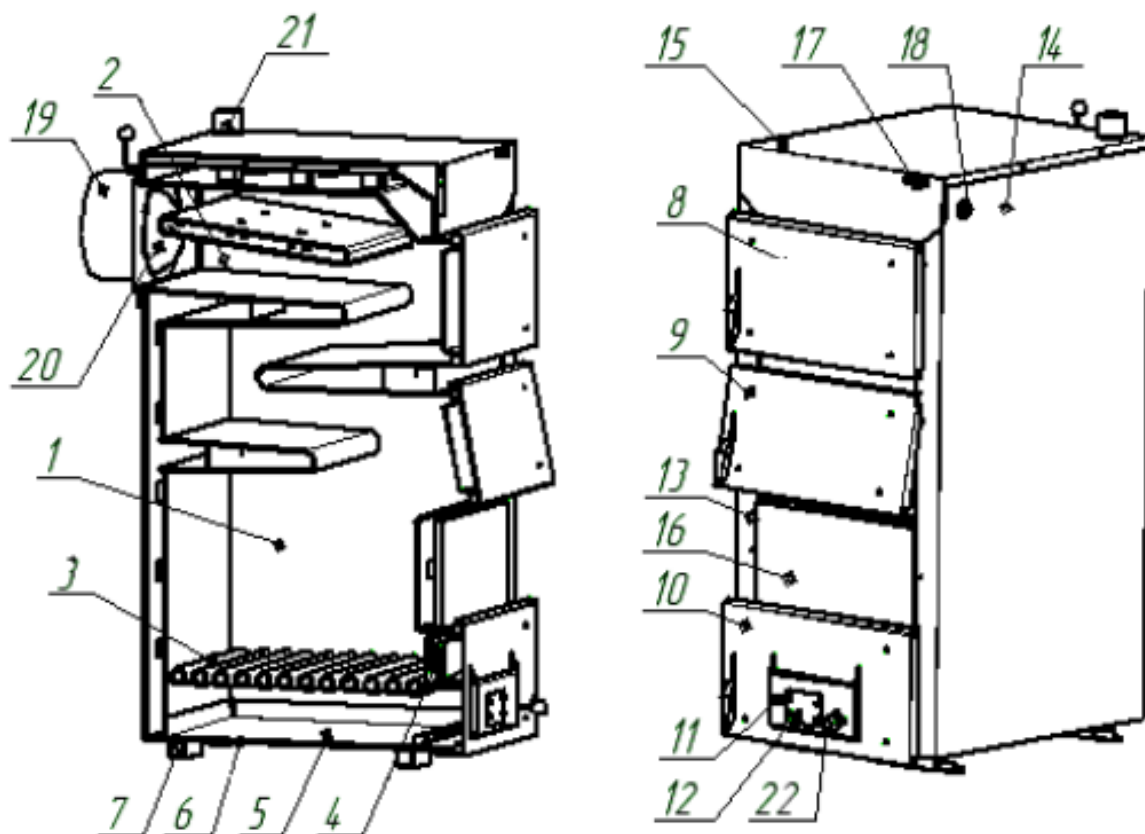

Рисунок 1. Котел опалювальний
завантаження припинити на термін 15-20 хвилин для займання палива. Після завантаження, закрити завантажувальні дверцята, заслінку на дверцятах зольника відкрити за допомогою ручки регулювання доступу повітря поз.12 (рисунок 1) .
7.1.4 Регулювання температури води у котлі проводиться за допомогою шибери поз.20 (рисунок 1) та заслінки поз.11 (рисунок 1). Для збільшення температури необхідно відкрити шибер та заслінку, для зменшення — повністю або частково закрити шибер та заслінку.